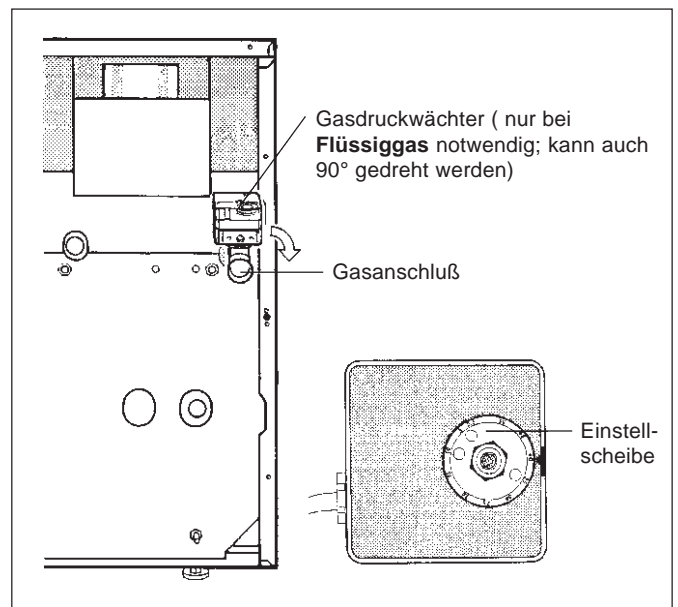

Abb. 33: Gasdruckwächter
- Bei Umstellung auf Flüssiggas: Gasdruckwächter unmittelbar am Gasanschluß des Heizkessels mit der Einstellscheibe nach oben oder nach außen in der Gasleitung eindichten (Abb. 33), dabei mitgelieferten Reduziernippel verwenden, Anschlußleitung neben der Gasleitung durch die Kesselrückwand und innen an der rechten Seitenwand entlang zum Regelgerät führen und elektrischen Anschluß nach Schaltplan herstellen.
Zur Umstellung die Abdeckhaube durch Lösen der Schrauben entfernen, Umstellen an der Einstellscheibe und Abdeckhaube wieder montieren (Abb. 33).